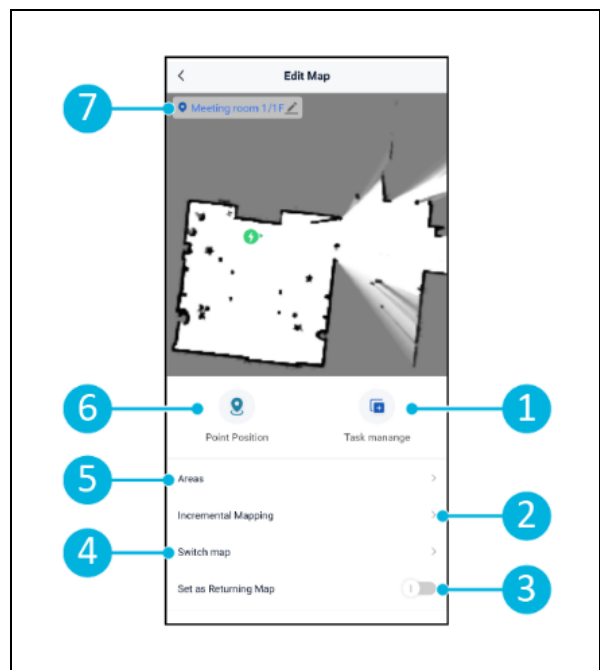

Figura 21
- Certifique-se de que o mapa que pretende editar está selecionado, seleccionando [\[Mudar de mapa\]](#) (Figura 21, pos. 4).
2. Selecciono [\[Mapeamento incremental\]](#) (Figura 21, pos. 2). Certifique-se de que o controlo remoto está ligado e conectado.
1. Certifique-se de que o co-botic 45 está no mapa atualmente seleccionado (Figura 21, pos. 4).